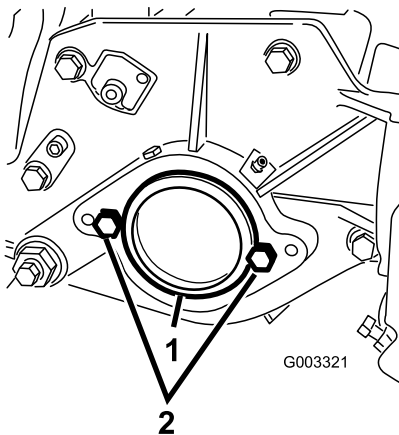

Figure 7
3. A l'extrémité droite du plateau de coupe, retirez l'obturateur en plastique du logement de roulements (Figure 7).
4. Enlevez les 2 vis de la plaque latérale droite (Figure 7).
1. Obturateur en plastique 2. Vis (2)
6. Placez les 2 vis de fixation du moteur de cylindre sur la plaque latérale gauche du plateau de coupe sans les serrer (Figure 7).